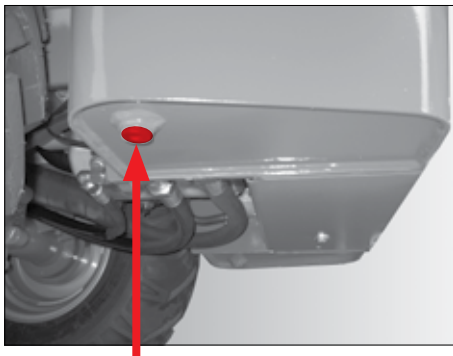

Fig. 103
6. Skru lukkeproppen (Fig. 103) af.
4. Skru lukkeproppen (Fig. 103) på.